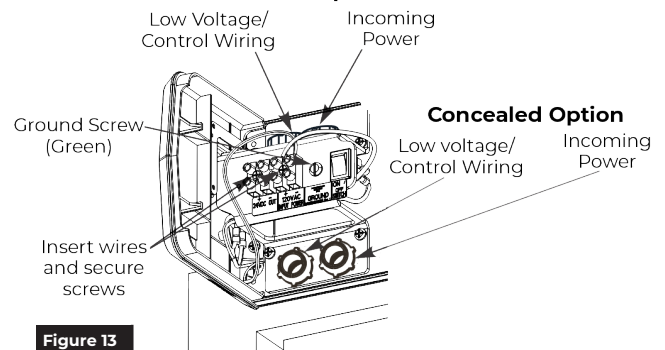

Figure 13
3. Secure conduits to conduit assembly (surface or concealed conduit). (Figure 13)